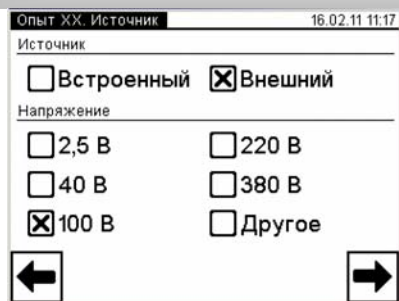

Рисунок 6.42
6) Выбрать вариант источника питания, для чего нажать в поле "Внешний" в подразделе "Источник" в окне "Опыт XX. Источник" (рисунок 6.42).